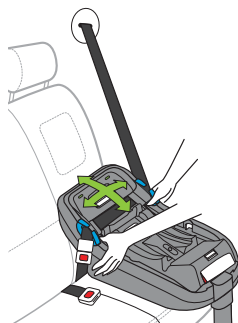

Figure 63
- Saisissez la base près des guides de ceinture de sécurité bleus, tirez la base de l'avant vers l'arrière et de gauche à droite pour vous assurer que l'installation est sécuritaire, tel qu'illustré dans la **Figure 63**. La ceinture du véhicule DOIT rester serrée au tour de la base et la base ne doit pas bouger de plus de 2,5 cm (1 po) dans n'importe quelle direction.